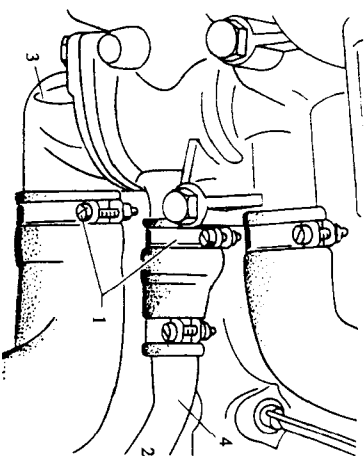

图 1-5 冷却液的放出
(1)放出冷却液。如图 1-5 所示,打开膨胀箱盖,松开卡箍 1,